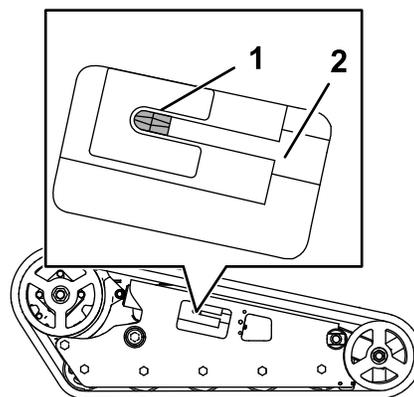

Рисунок 59
13. Используя ключ с храповым механизмом на ½ дюйма, поверните натяжной винт против часовой стрелки, пока он не дойдет до упора (Рисунок 59).
- Убедитесь в том, что натяжной блок достиг самого нижнего положения (Рисунок 59).